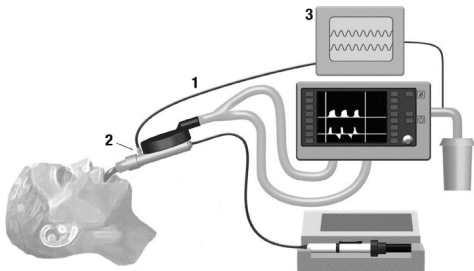

Figura 1
1. Collegare la linea di campionamento gas (1) alla porta di campionamento per il monitoraggio gas di Sedaconda ACD (2) come mostrato in figura 1. Ruotare il connettore luer in senso orario per fissarlo saldamente e assicurare che non vi siano perdite di gas nel punto di collegamento.
2. Collegare la linea di campionamento gas (1) al monitor dei gas respiratori (3). Ruotare il connettore luer in senso orario per fissarlo saldamente e assicurare che non vi siano perdite di gas nel punto di collegamento.